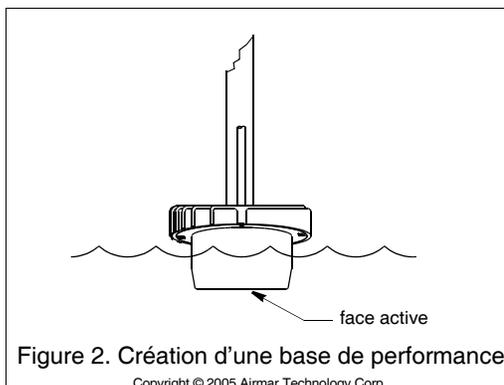

Figure 2. Création d'une base de performances
3. Fixez la sonde contre la perche à l'aide d'un ruban adhésif, avec le câble en haut. Plongez la sonde dans l'eau en veillant à maintenir la face active entièrement immergée et parallèle à la surface de l'eau (Figure 2).